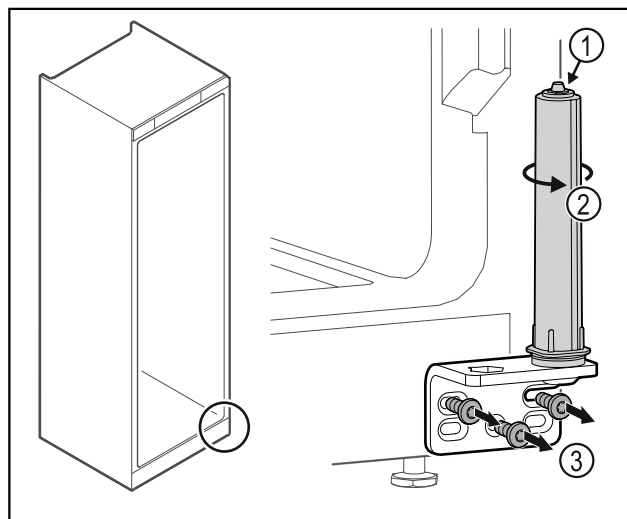

Fig. 50
- Nerozebírejte uzavírací systém dvířek Fig. 50 (1).
- Otáčejte uzavíracím systémem Fig. 50 (2), dokud nezacvakne.
- Odšroubujte úhelník závěsu Fig. 50 (3).